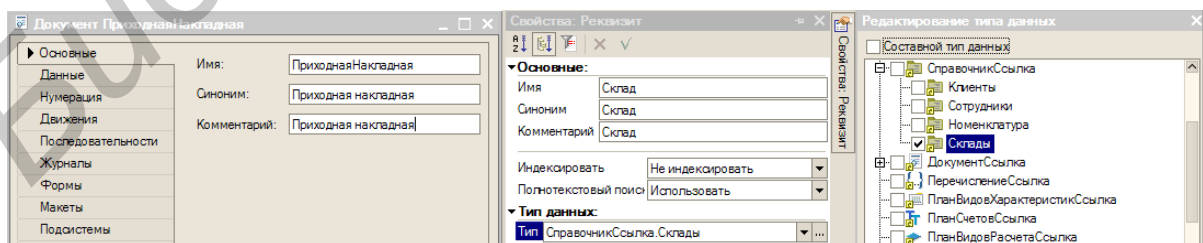

Рис. 5.1. Создание документа
1. Создайте новый объект конфигурации *Документ*. Задайте имя документа – «ПриходнаяНакладная». Нажмите *Далее*. Создайте реквизит документа с именем «Склад» и типом «СправочникСсылка.Склады» (рис. 5.1).